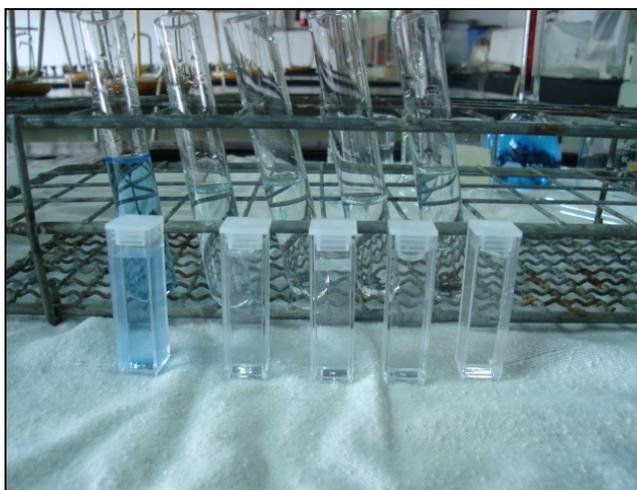

Figura 6.ESP. Imagen de las soluciones preparadas de Verde de Bromocresol a diferentes concentraciones.
2. Antes de iniciar la calibración, se preparó la solución de Verde de Bromocresol a una concentración de 5.74×10^{-4} M y de esta se fueron haciendo diferentes diluciones para obtener las siguientes concentraciones: 5.7×10^{-6} M, 5.7×10^{-7} M, 5.7×10^{-8} M, 5.7×10^{-9} M y 5.7×10^{-10} M. Como se observa en la Figura 6.ESP las soluciones en las celdas para el espectrómetro.